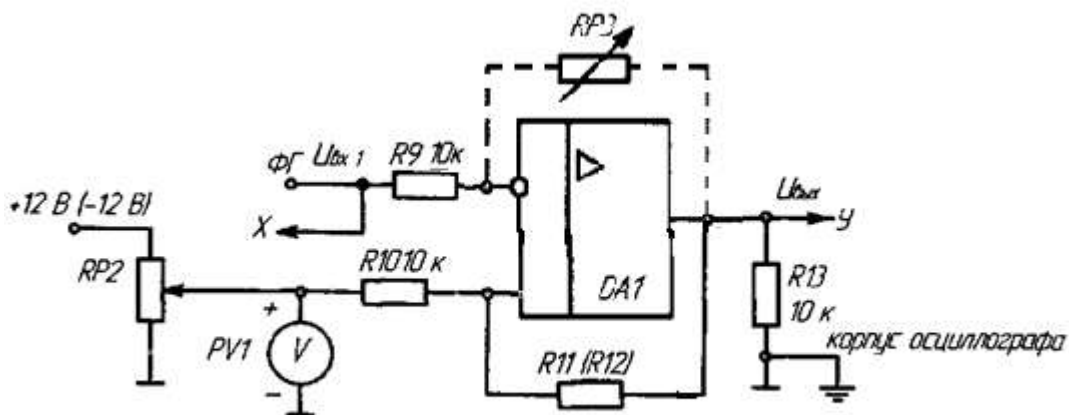

Рис. 2
1) Собрать схему двухвходового компаратора с положительной обратной связью согласно рис. 2. В качестве резистора обратной связи применить переключаемый резистор RP3 (10...200 кОм). В качестве опорного напряжения $U_{оп}$ использовать регулируемое постоянное напряжение. На инвертирующий вход подключить функциональный генератор, используя его в режиме синусоидального сигнала "~";